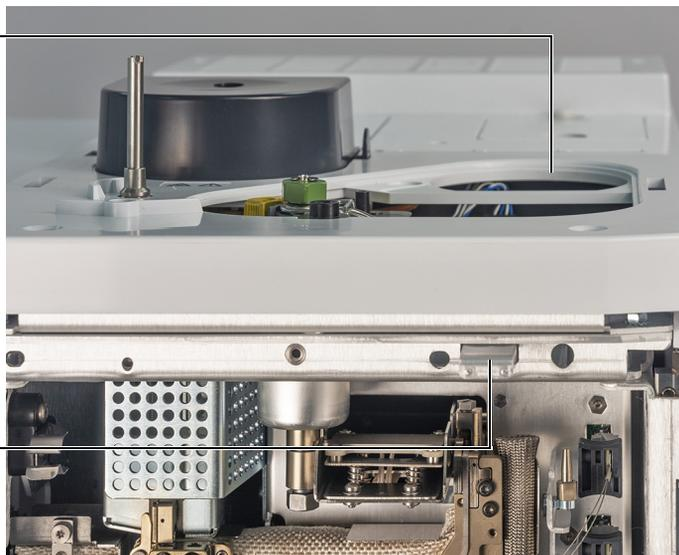

Figura 11. Cubierta del inyector del GC y placa de acceso al tornillo de compresión
- 6 Retire la cubierta del inyector. (Consulte la **Figura 11**).